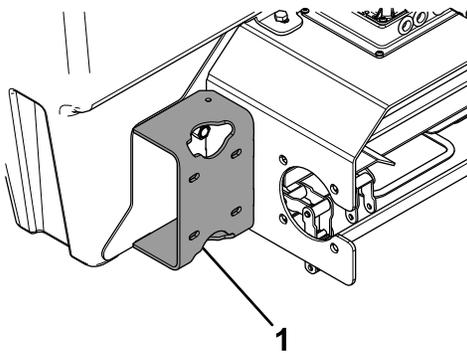

Figure 18
15. Découpez la plaque de fixation du boîtier d'engrenages (Figure 18).